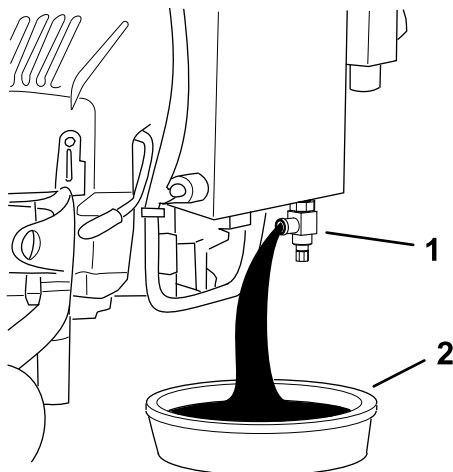

Figura 47
6. Coloque un recipiente de vaciado debajo de la válvula de vaciado (**Figura 47**).